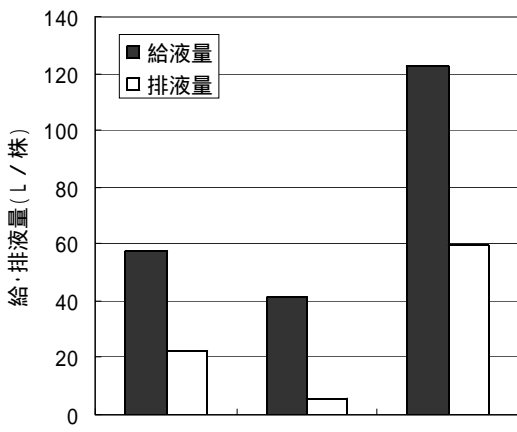

図2 期間中の給液量と排水量 (H19年5~8月)
- 2) 培地内水分率が70%になると給液開始し、75%になると停止する給液制御を行うと、天候や気温によって、1日当たりの給液回数や1回当たりの給液量が変動し、培地内水分率をほぼ設定範囲内で、自動的に制御することができる（表1）。タイマーのみで給液制御を行う（以下慣行）よりも、給液量と排水量は少なくなる（図2）。
- 3) 培地内水分率が65%になると給液開始し、70%になると停止する給液制御を行うと、慣行に比べて給液量が極端に少なく、培地内水分率が設定範囲外で推移する（表1，図2）。また、慣行に比べて排水量が極端に少なく、ECが高くなりやすい（データ省略）。